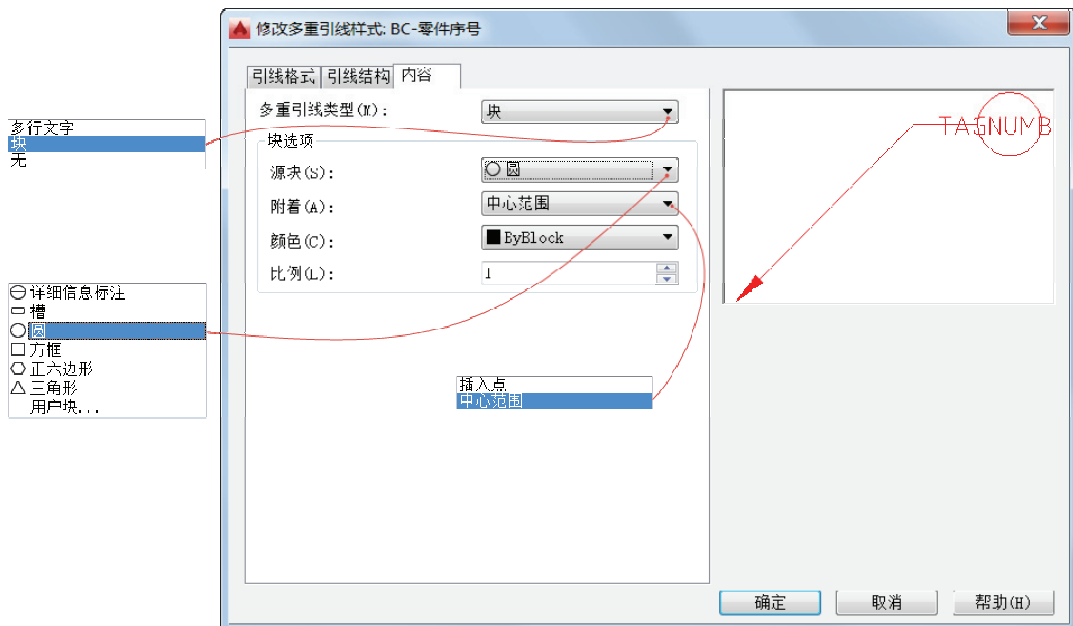

图 5-58 设置多重引线类型及源块
4) 在“内容”选项卡中,从“多重引线类型”下拉列表框中选择“块”选项,接着在“块选项”中的“源块”下拉列表框中选择“圆”选项,如图 5-58 所示。